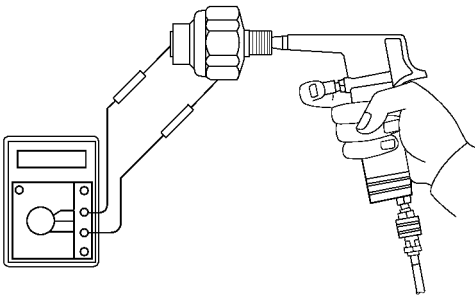

图 11-13 向开关吹入低压压缩空气
(7) 检查换低挡开关。当向开关吹入低压压缩空气（196～294kPa）时，检查端子和开关体之间是否导通，如图 11-13 所示。